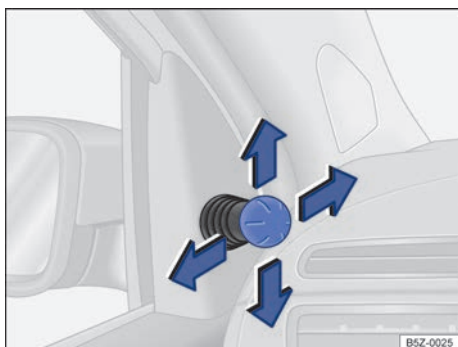
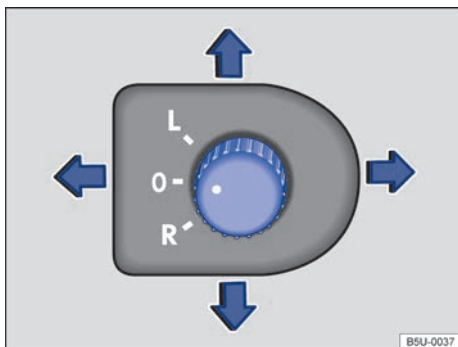

Fig. 74 Nas portas dianteiras: botão de ajuste dos espelhos retrovisores externos mecânicos.
Fig. 75 Na porta do condutor: botão rotativo de ajuste dos espelhos retrovisores externos elétricos.
Para ajustar os espelhos retrovisores externos, movimentar o botão de ajuste → Fig. 74 ou o botão rotativo → Fig. 75 no revestimento das portas.
**Girar o botão rotativo → Fig. 75 para a posição desejada:**